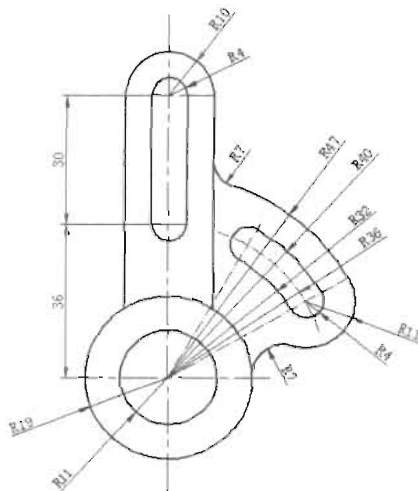

图 3-169
(17) 选择“标注”图层为当前图层，对图形进行标注，标注效果如图 3-169 所示。